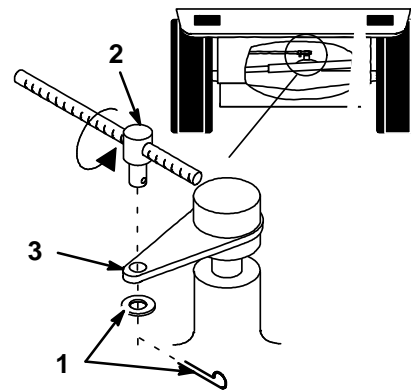

Figure 28
Le bras de frein se trouve sur la boîte-pont (Fig. 28). Si le frein de stationnement n'agit pas suffisamment, un réglage est nécessaire.
3. Pour régler le frein, retirer du bras de frein la goupille épingle et la rondelle (Fig. 28).
4. Visser le tourillon dans un sens ou dans l'autre pour qu'il glisse aisément dans le bras de frein (Fig. 28).
5. Fixer le tourillon au bras de frein à l'aide de la rondelle et de la goupille épingle (Fig. 28).